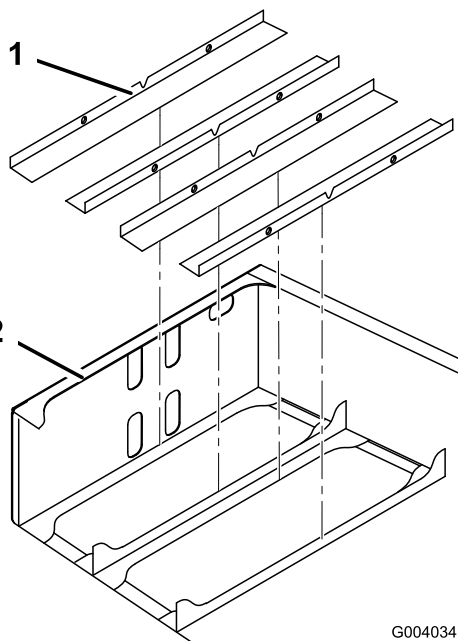

Figura 4
2. Instale las almohadillas de la bandeja de la batería en el bastidor trasero, según se muestra en Figura 4.